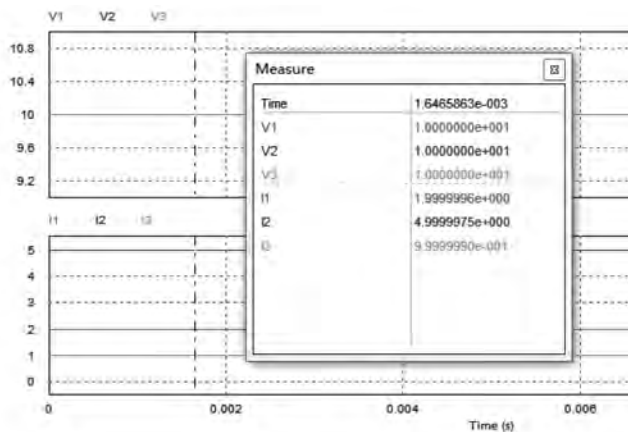

图 3-35 仿真测试结果波形
(4) 设置仿真控制对电路模型进行仿真，仿真结果如图 3-35 所示。V1、V2、V3 测量的电压值均为 10V，I1 电流 2A，I2 电流 5A，I3 电流为 1A，符合设计的仿真电路模型。
(5) 若要修改参数变量值，可打开参数文件元件的属性对话框，在变量值定义处直接进行修改，修改完成后 PSIM 将自动保存并更新参数值。也可以手动单击“File”按钮，在弹出菜单中选择“Save...”进行保存。